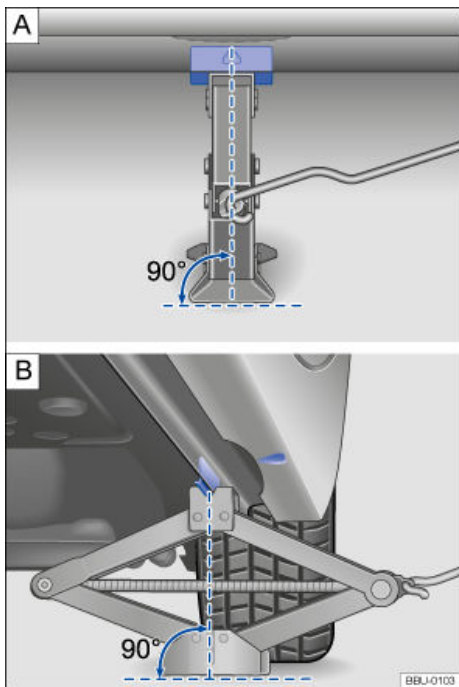

Fig. 182 Macaco posicionado no lado esquerdo traseiro do veículo.
9. Garantir que a base do macaco, com toda sua superfície, esteja firme sobre o chão e que a base se encontre perpendicularmente abaixo do ponto de encosto → Fig. 182 [A] e [B].
10. Alinhar o macaco e, simultaneamente, levantar a garra do macaco até ela se envolver a travessa debaixo do veículo → Fig. 182.
- Posicionar o macaco somente nos pontos indicados. A garra do macaco deve se encaixar no perfil da longarina de forma segura → Fig. 182.